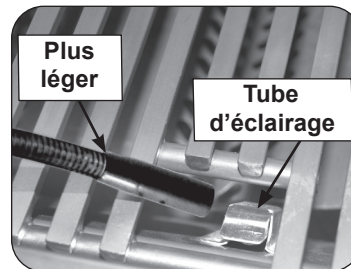
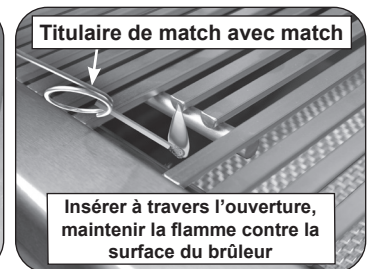

Fig. 34-2 Éclairage manuel via un tube d'éclairage
Fig. 34-3 Eclairage manuel via porte allumette
2. Passez un allumeur brûlant de butane de long-baril ou une allumette brûlante de long-tige dans la grille à cuire s'ouvrant au dessus du tube d'éclairage. (Fig. 34-2). Pour les brûleurs de dos ou les brûleurs infrarouges, maintenez la flamme contre la surface du brûleur de brûleurs arrière / infrarouge. Pour les brûleurs à charbon, maintenez la flamme près du brûleur. Les grils équipés d'un brûleur infrarouge comprennent un porte-allumette à rallonge métallique (fixé au plateau d'égouttage) pour faciliter l'éclairage manuel (Fig. 34-3).
4. Si le brûleur ne se allume pas dans les cinq (5) secondes de tourner le bouton de commande, enfoncez immédiatement le bouton et tournez la valve à AU LOIN. ATTENDEZ CINQ (5) MINUTES avant de répéter les étapes 2 à 4 des instructions manuelles d'éclairage.